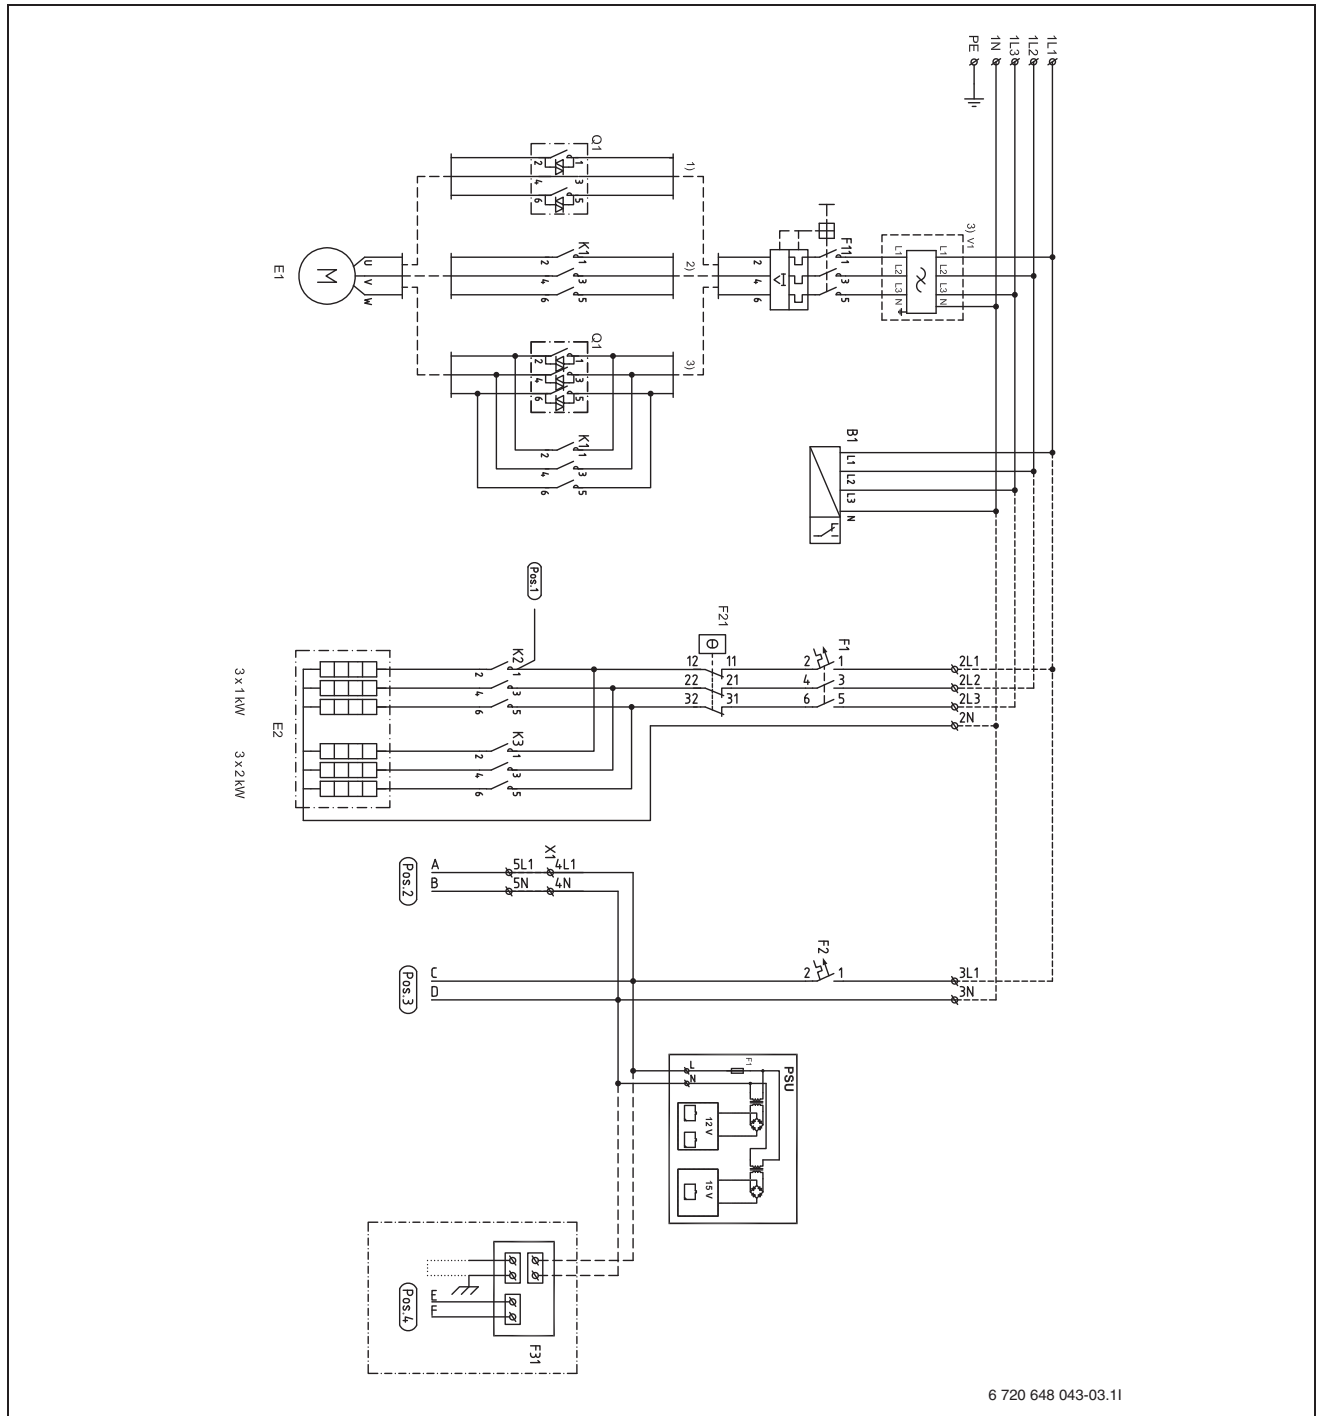
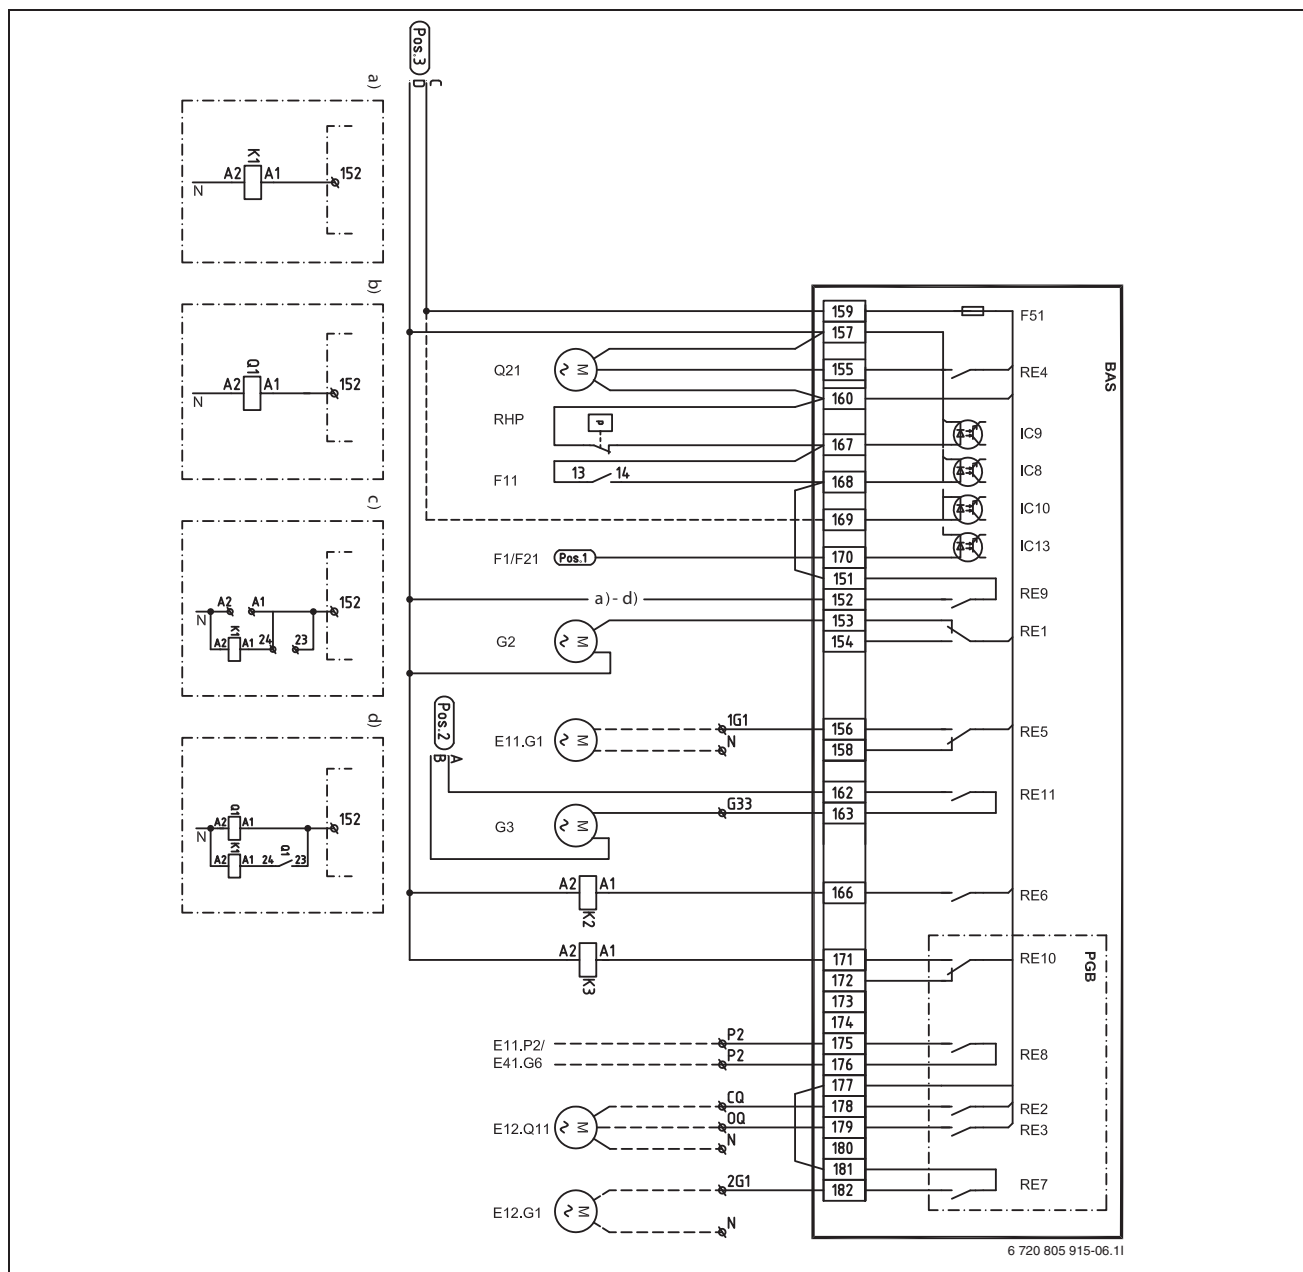

Bild 41 Internt elschema
Bild 42 Komplettschema anslutningar (230V)
4. Kontrollera inkopplingen enligt elschema (→ Bild 41) (→ Bild 42).
- ▶ Kontrollera att kraftkablarna är monterade i följande ordning: L1 Svart, L2 Brun, L3 Grå (→ Bild 41) (→ Bild 42).
- ▶ Kontrollera inkopplingen enligt elschema (→ Bild 42).